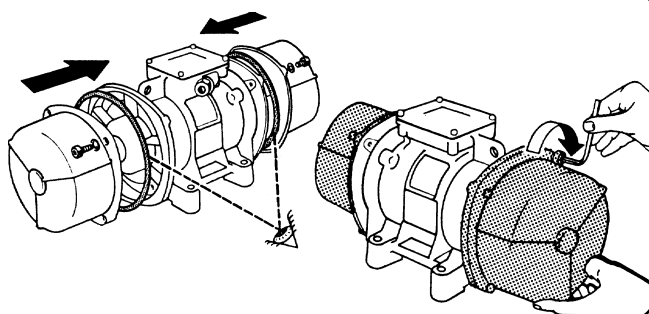

Fig. 32
- Efectuada la operación de los dos lados, volver a montar las tapas y arandelas controlando que las juntas se posicionen oportunamente en los respectivos alojamientos (Fig. 32).